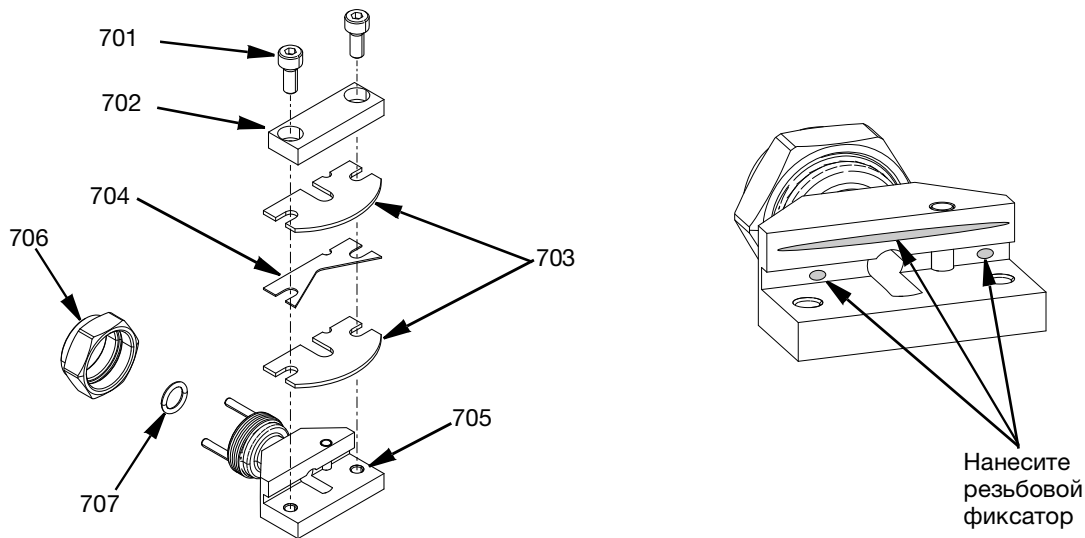

Рис. 41
2. Поместите прокладку сопла (704) между двумя внешними WC пластинами сопла (703) и совместите пазы на деталях.
3. Нанесите синий резьбовой герметик средней фиксации, Loctite® 242 или его аналог, на поверхность, как показано на Рис. 41.
4. Поместите зажатые детали напротив выступа корпуса сопла (705), совместив пазы с установочным штифтом в корпусе сопла.
5. Поместите зажим (702) таким образом, чтобы прорезь канала для материала была повернута к каналу для материала, и затяните его двумя винтами М4 SHC (701). Затяните с усилием 29,2 дюйм-фунта (3,3 Н•м). См. Рис. 41.